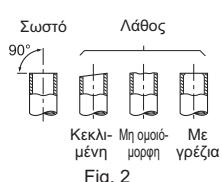

Fig. 4
- Εκχείλωση (Fig. 4, 5). Κρατήστε σταθερά το χαλκοσωλήνα στις διαστάσεις που υποδεικνύονται στον πίνακα. Επιλέξτε Α πιο από τον πίνακα, ανάλογα με το εργαλείο που χρησιμοποιείτε.